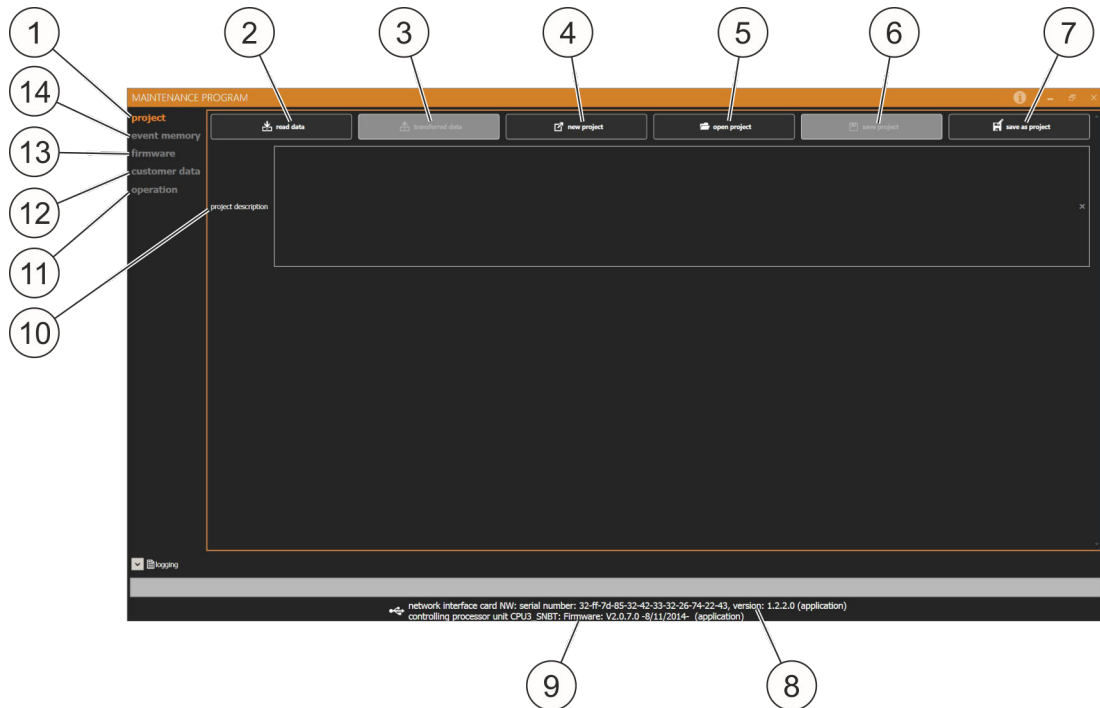

Fig. 74: Página de inicio de Maintenance program
- Project (Fig. 74/1) ↪ *Capítulo 9.3 “Función “Project”” en la página 93*
- Read data (Fig. 74/2) (sombreado en gris si no hay ningún sistema conectado)
- Transferred data (Fig. 74/3) (sombreado en gris si aún no se ha leído ningún dato)
- New project (Fig. 74/4)
- Open project (Fig. 74/5)
- Save project (Fig. 74/6) (sombreado en gris si no se ha abierto antes ningún proyecto)
- Save as project (Fig. 74/7)
- Event memory (Fig. 74/14) ↪ *Capítulo 9.4 “Función “Event memory”” en la página 94*
- Firmware (Fig. 74/13) ↪ *Capítulo 9.5 “Función “Firmware”” en la página 94*
- Customer data (Fig. 74/12) ↪ *Capítulo 9.6 “Función “Customer data”” en la página 94*
- Operation (Fig. 74/11) ↪ *Capítulo 9.7 “Función “Operation”” en la página 96*
- Número de serie de la tarjeta de red, número de versión de la tarjeta de red (Fig. 74/8)
- Versión del firmware (Fig. 74/9)
- En “Project description” (Fig. 74/10) se puede describir el proyecto. Esta descripción se guarda con el proyecto al seleccionar “Save as project” o “Save project” con los datos en el **PC**. La descripción no se transferirá al sistema (DET-AC III Master) ni se guardará en el sistema. Al seleccionar los datos procedentes del sistema, no estará disponible la descripción del proyecto.